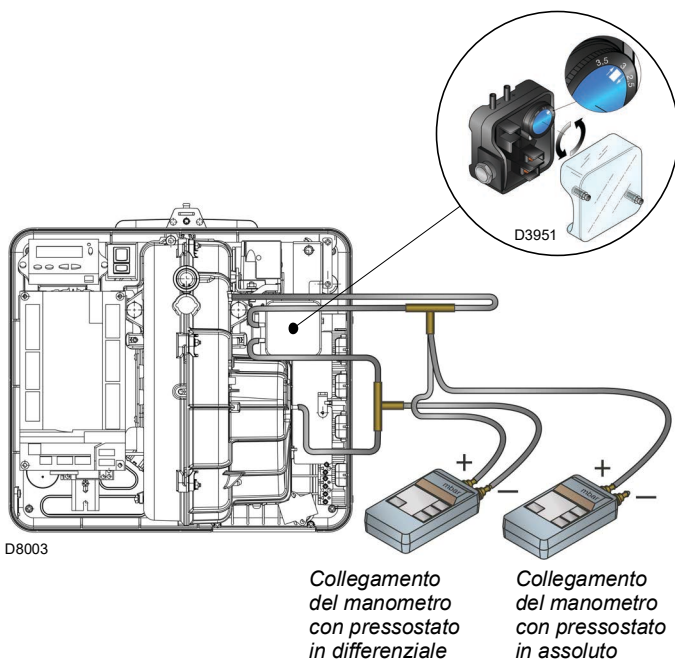

Fig. 29
- Regolare il pressostato aria (Fig. 29 a pag. 32) ad inizio scala.
Eseguire la regolazione del pressostato aria (Fig. 29) dopo aver effettuato tutte le altre regolazioni del bruciatore con il pressostato aria regolato a inizio scala.
Il collegamento del manometro è riportato in Fig. 29. La configurazione standard è quella del pressostato aria collegato in assoluto. Si noti la presenza di un collegamento a "T" non fornito.
In questo caso anche il manometro deve essere collegato in differenziale, come indicato in Fig. 29.